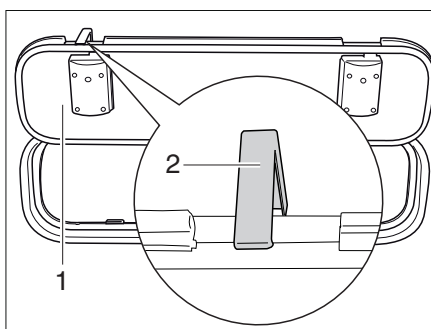

Bild 59 Säkringsshake utvändig lucka
- Öppna den utvändiga luckan (Bild 59,1) och vrid säkringsshaken (Bild 59,2) på fordonsväggen uppåt.
- Tryck säkringsshaken (Bild 59,2) uppåt.